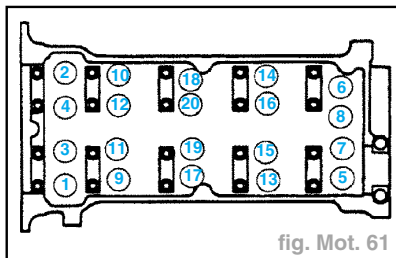

fig. Mot. 61
- Desserrer les boulons de chapeaux d'arbres à cames de quelques tours dans l'ordre illustré (fig. Mot. 61).